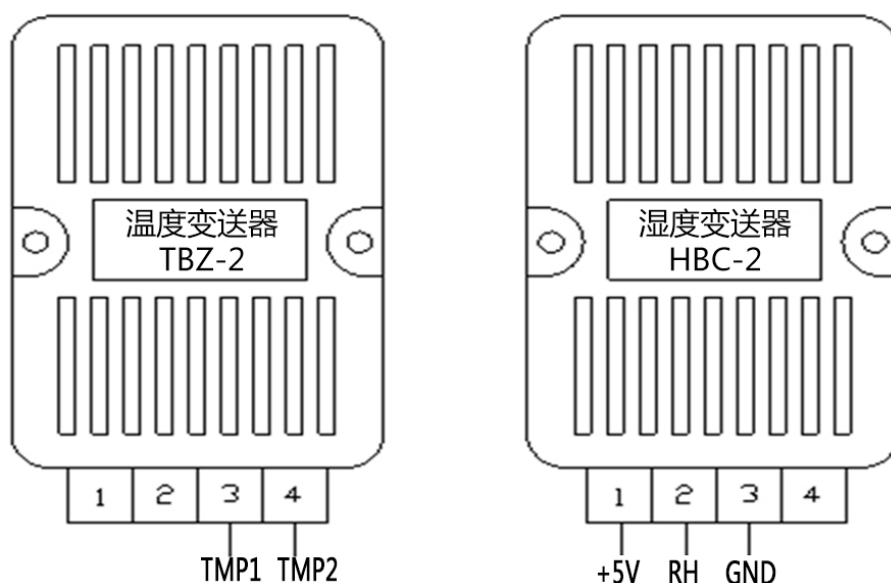

图12
1、温度变送器TBZ-1和湿度变送器HBC-1外形如图12所示，可采用标准35mm导轨安装或固定式安装（孔距37mm，孔径4mm）。
2、安装时请按上图(图12)正确接线。